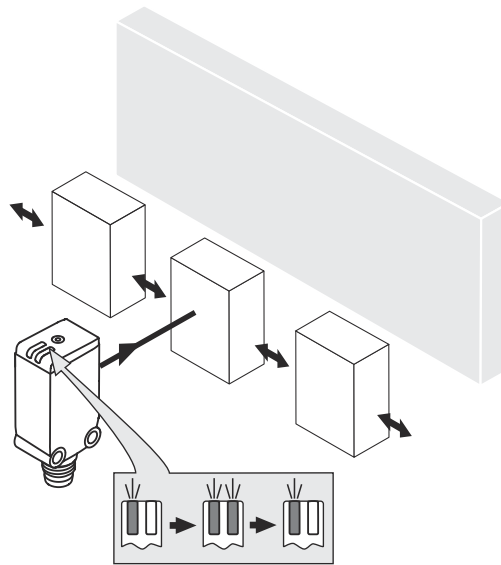

Figura 4: Direzione standard
4. Annotare le direzioni prescelte dell'oggetto relativamente al sensore. v. figura 4, pagina 82.